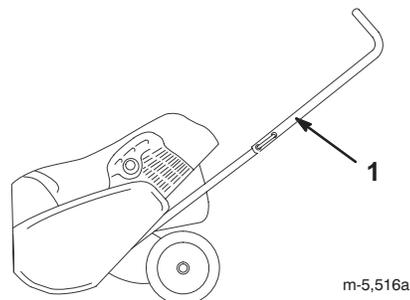

Figure 5
2. Positionnez la partie supérieure du mancheron comme illustré à la Figure 5.